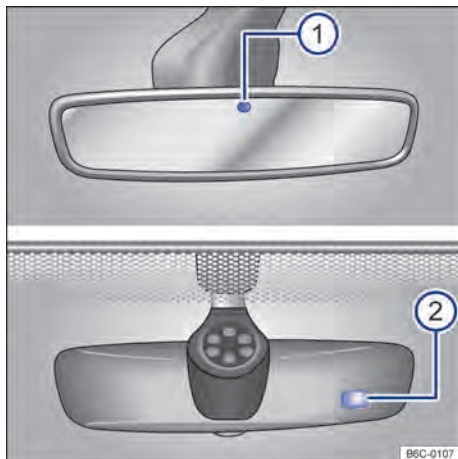

Fig. 76 No para-brisa: espelho retrovisor interno com antiofuscante automático.
Com a ignição ligada, os sensores medem a incidência da luz por trás → Fig. 76 ① e pela frente ②.